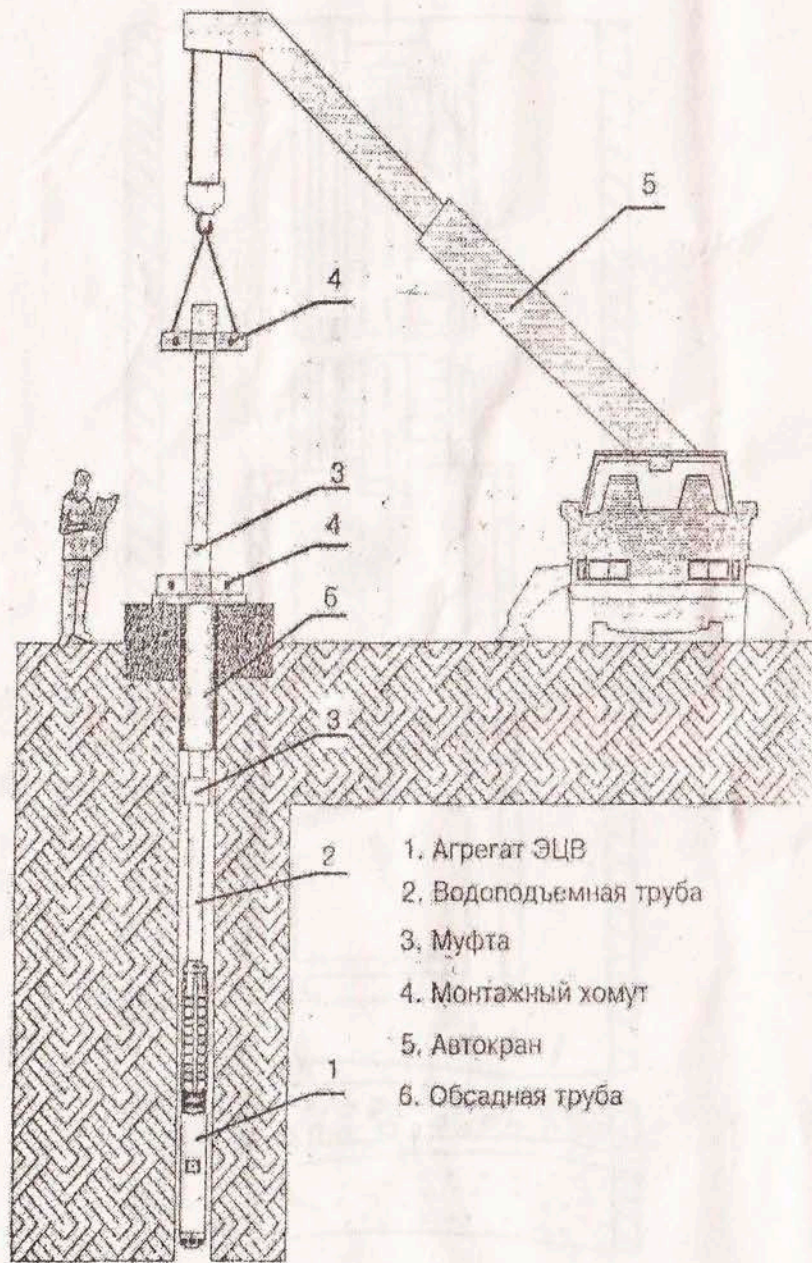

Рис.3 Монтаж агрегата в скважину
3.1.4. Монтаж и демонтаж агрегата на скважине (рис.3) производится при помощи автокрана. Высота подъема стрелы и грузоподъемность крана должны быть не менее длины и массы агрегата, должна соблюдаться достаточность для самых длинных агрегатов с одной секцией водоподъемной трубы. Автокран устанавливают над скважиной таким образом, чтобы ось крюка совпадала с осью скважины. Строповку агрегата выполнять за присоединительный фланец.